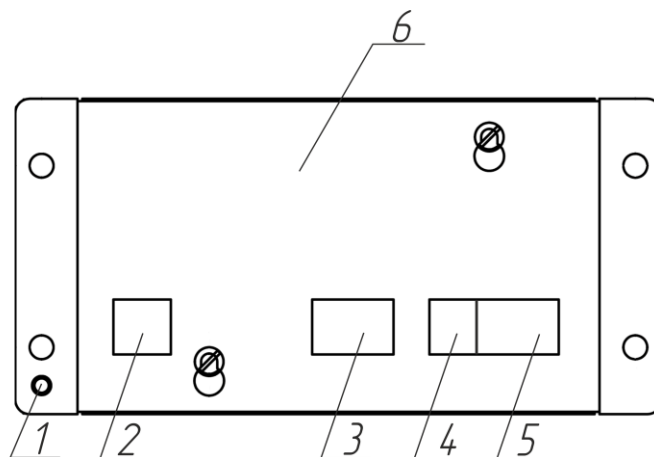

Рисунок 1 – Внешний вид изделия
1.3.1 Изделие изготовлено в металлическом корпусе, на котором расположены шпилька заземления и порты подключения, см. рисунок 1. Габаритные и установочные размеры изделия представлены в приложении Б.